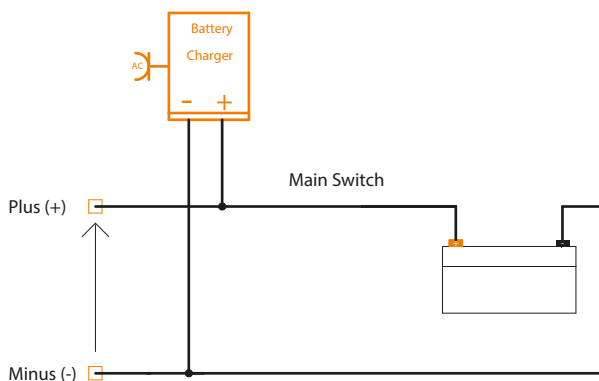

Figura 5. Collegamento di un caricabatterie alla batteria agli ioni di litio
5. Collegare il caricabatterie alla batteria agli ioni di litio (figura 5).